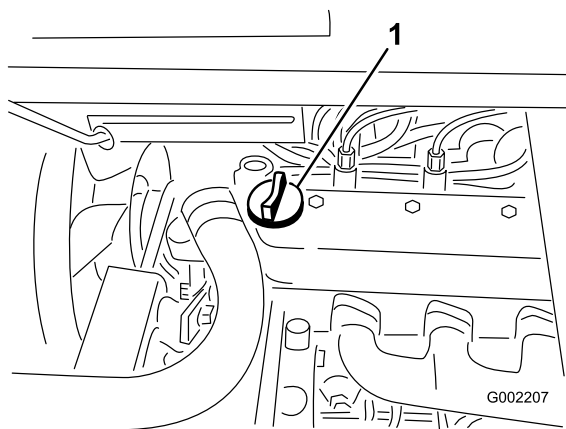

図 41
3. 油量が少なければバルブカバーの上についている補給口(図 41)を開け、ディップスティックの Full マークまでオイルを補給する。オイルの種類や粘度の選択については「エンジンオイルについて」を参照。補給するときはディップスティックで確認しながら少量ずつ入れる。入れすぎないように注意してください。